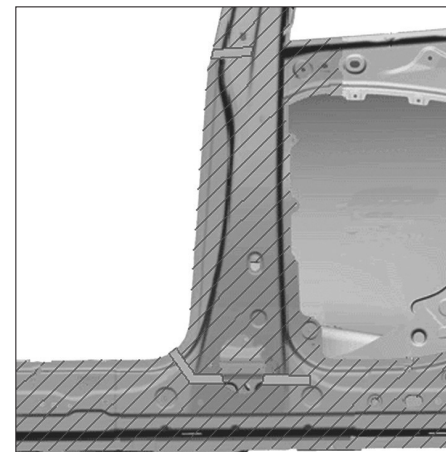

FIG. 71
- Placer les pièces en mousse permettant d'insonoriser le bruit dans l'habitacle (Fig.71).